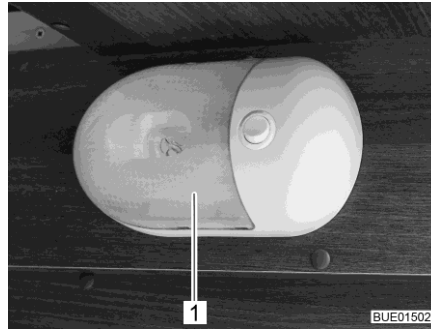

Fig. 296 Luminaire apparent
- Presser le couvercle transparent (Fig. 296,1) avec précaution des deux côtés, l'éloigner légèrement du commutateur et le retirer par l'avant.